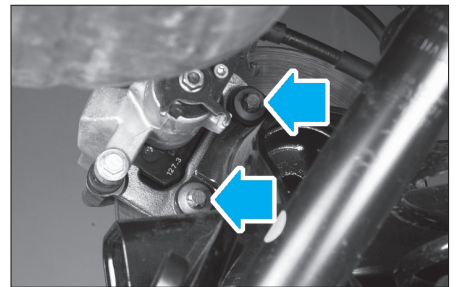

FIG. 16
- les vis de fixation du support d'étrier (Fig.16).